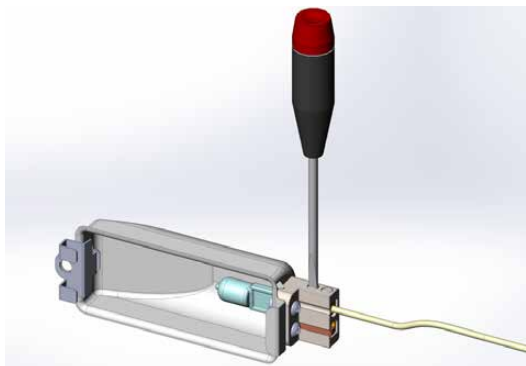

Figure 11
- Si nécessaire, se servir d'un petit tournevis plat pour enlever le verre en faisant levier avec précaution et mettre celui-ci de côté. Desserrer les 2 vis les plus proches du boîtier d'éclairage (Fig. 11). Ces vis maintiennent l'ampoule en place. L'ampoule devrait s'enlever facilement.